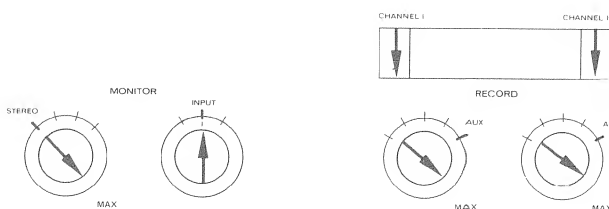

Fig. 6.3—52
- Set controls per fig. 6.3—52